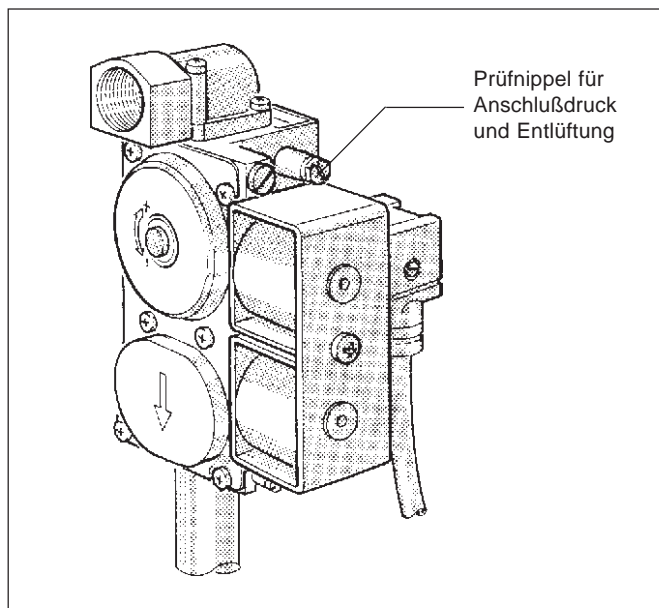

Abb. 18: Gasbrennerarmatur "SIT" 830 Tandem
- Lösen Sie die Verschlußschraube des Prüfnippels für Anschlußdruck an der Gasbrennerarmatur (Abb. 18 bzw. 19) zwei Umdrehungen; bei "SIT" 830 Tandem Verschlußschraube entfernen.